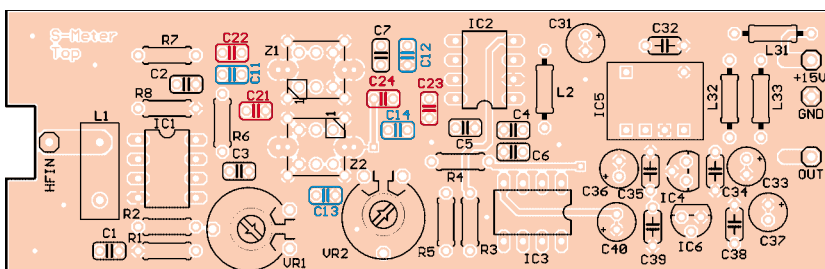

Bild 13: Die Bestückung des Log-Verstärkers erfolgt ausschließlich auf der Oberseite, zu den Bestückungsvarianten (rot/blau) siehe Text und Tabelle 3.
*) Farben wie in Bild 4 und Bild 13